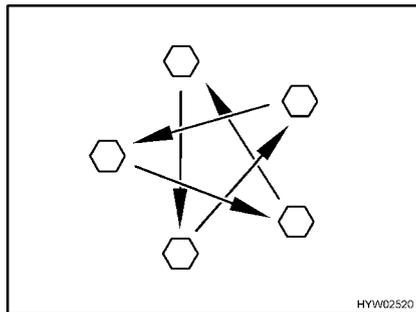

Fig. 226 Apretar las tuercas o los tornillos de las ruedas en forma de cruz
- Comprobar periódicamente que las tuercas o tornillos de las ruedas estén firmemente apretados. Volver a apretar las tuercas de rueda o los tornillos de rueda de una rueda cambiada después de 50 km (Fig. 226). Par de apriete, véase apartado 14.5.2.
- Al utilizar llantas nuevas o recién pintadas, reajustar además las tuercas o tornillos después de 1 000 a 5 000 km aprox (Fig. 226).
- ▷ Apretar en forma de cruz las tuercas o los tornillos de las ruedas (Fig. 226).